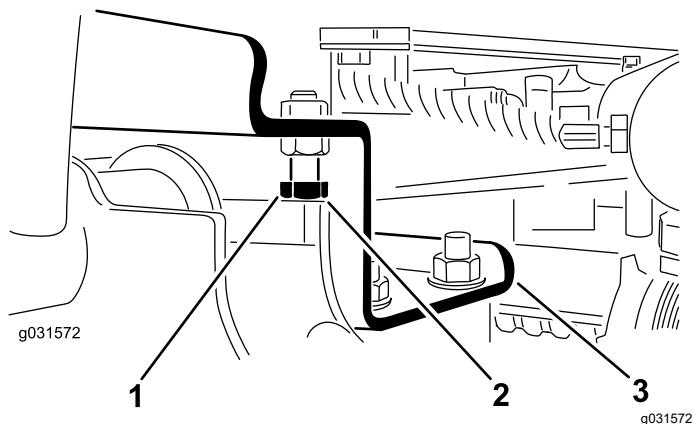

Рисунок 13
- Ослабьте затяжку упорных болтов (Рисунок 13).
- Убедитесь, что зазор между каждым подъемным рычагом и фиксирующим болтом составляет от 0,13 до 1,02 мм, как показано на Рисунок 13.